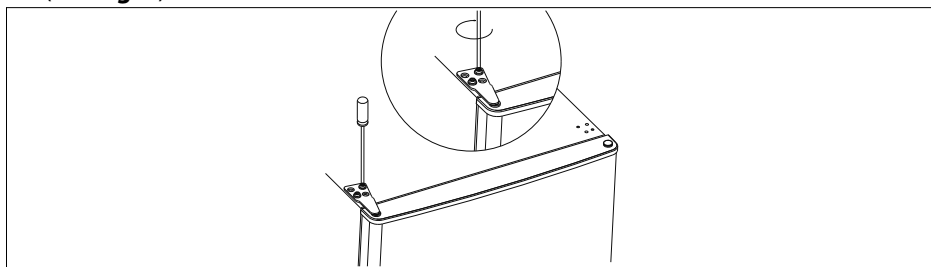

Fig. 9
- ▶ Réalignez l'appareil. Maintenez pour cela la porte du réfrigérateur (4) en place.
- ▶ Vérifiez si la porte du réfrigérateur (4) est bien alignée horizontalement et verticalement par rapport au caisson de l'appareil, de sorte que les joints soient fermés avant de revisser la charnière supérieure.
- ▶ Remontez ensuite la charnière supérieure (10) et vissez-la en place à l'aide des trois vis prévues à cet effet. Utilisez une clé de serrage afin de bien serrer les vis (voir **fig. 9**).